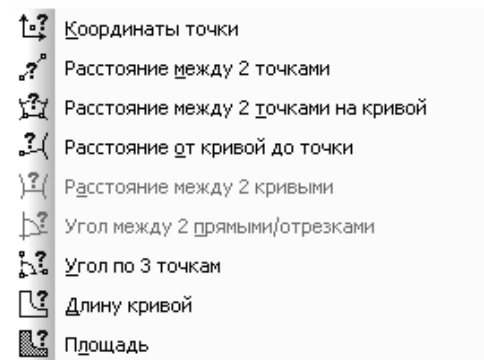

Рис. 2.28. Всплывающее меню пункта **Измерить** выпадающего меню пункта **Сервис** главного меню
- **Измерить** вызывает всплывающее меню, показанное на рис. 2.28.